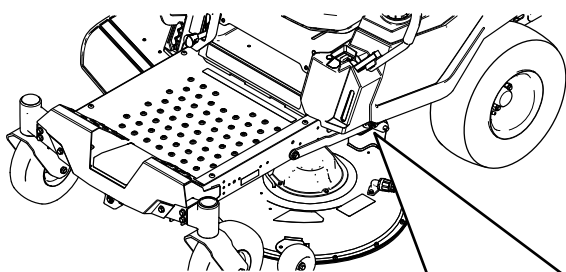

Figure 64
6. Retirez la goupille fendue et la rondelle de l'axe inférieur du bras de levage (Figure 64).